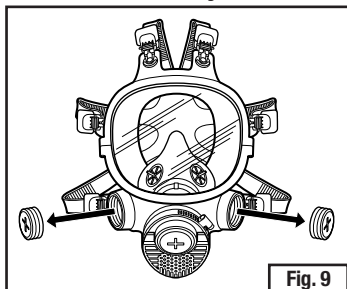

Fig. 9
1. Remova os Tampões 3M™ 7890, se já não estiver equipado com o adaptador de baioneta 3M™ 701 (Fig.9).